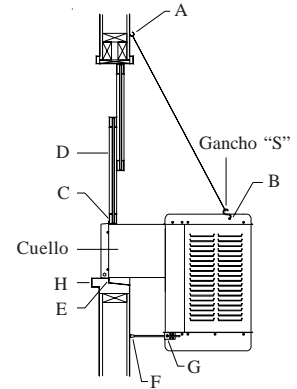

Fig. 2
Ponga los dos ganchos para la cadena arriba del cuello del enfriador, separados por una distancia equivalente al ancho de la unidad (A-fig. 2). Enganche una cadena en cada gancho y luego enganche un gancho “S” en cada cadena. **NOTA:** Los ganchos que vienen con ésta unidad tienen rosca de tornillo para madera y son para uso en paredes de madera. Las paredes de concreto o ladrillo requieren el uso de tuercas mariposas de suficiente fuerza o anclas con ganchos de acoplamiento.
• **Coloque el enfriador en la ventana.** Coloque el cuello del enfriador dentro de la ventana para que la parte inferior de la pestaña del cuello se asiente en la repisa de la ventana y la pestaña (E-fig. 2) se ajuste contra el borde de la repisa (H-fig. 2). Con el enfriador situado en la ventana, enganche los ganchos “S” en los agujeros encontrados en la esquina trasera superior de la unidad (B-fig. 2).
- **Coloque la ventana detrás de la guarda de retención.** Levante la parte trasera del enfriador para que la ventana (D-fig. 2) pueda bajarse y quedar detrás de la parte superior de la guarda de retención (C-fig. 2).
- **Ajuste las patas.** Saque las patas (F-fig. 2) para que los topes de hule descansan contra el costado de la pared. Apriete el tornillo del collar (G-fig. 2).